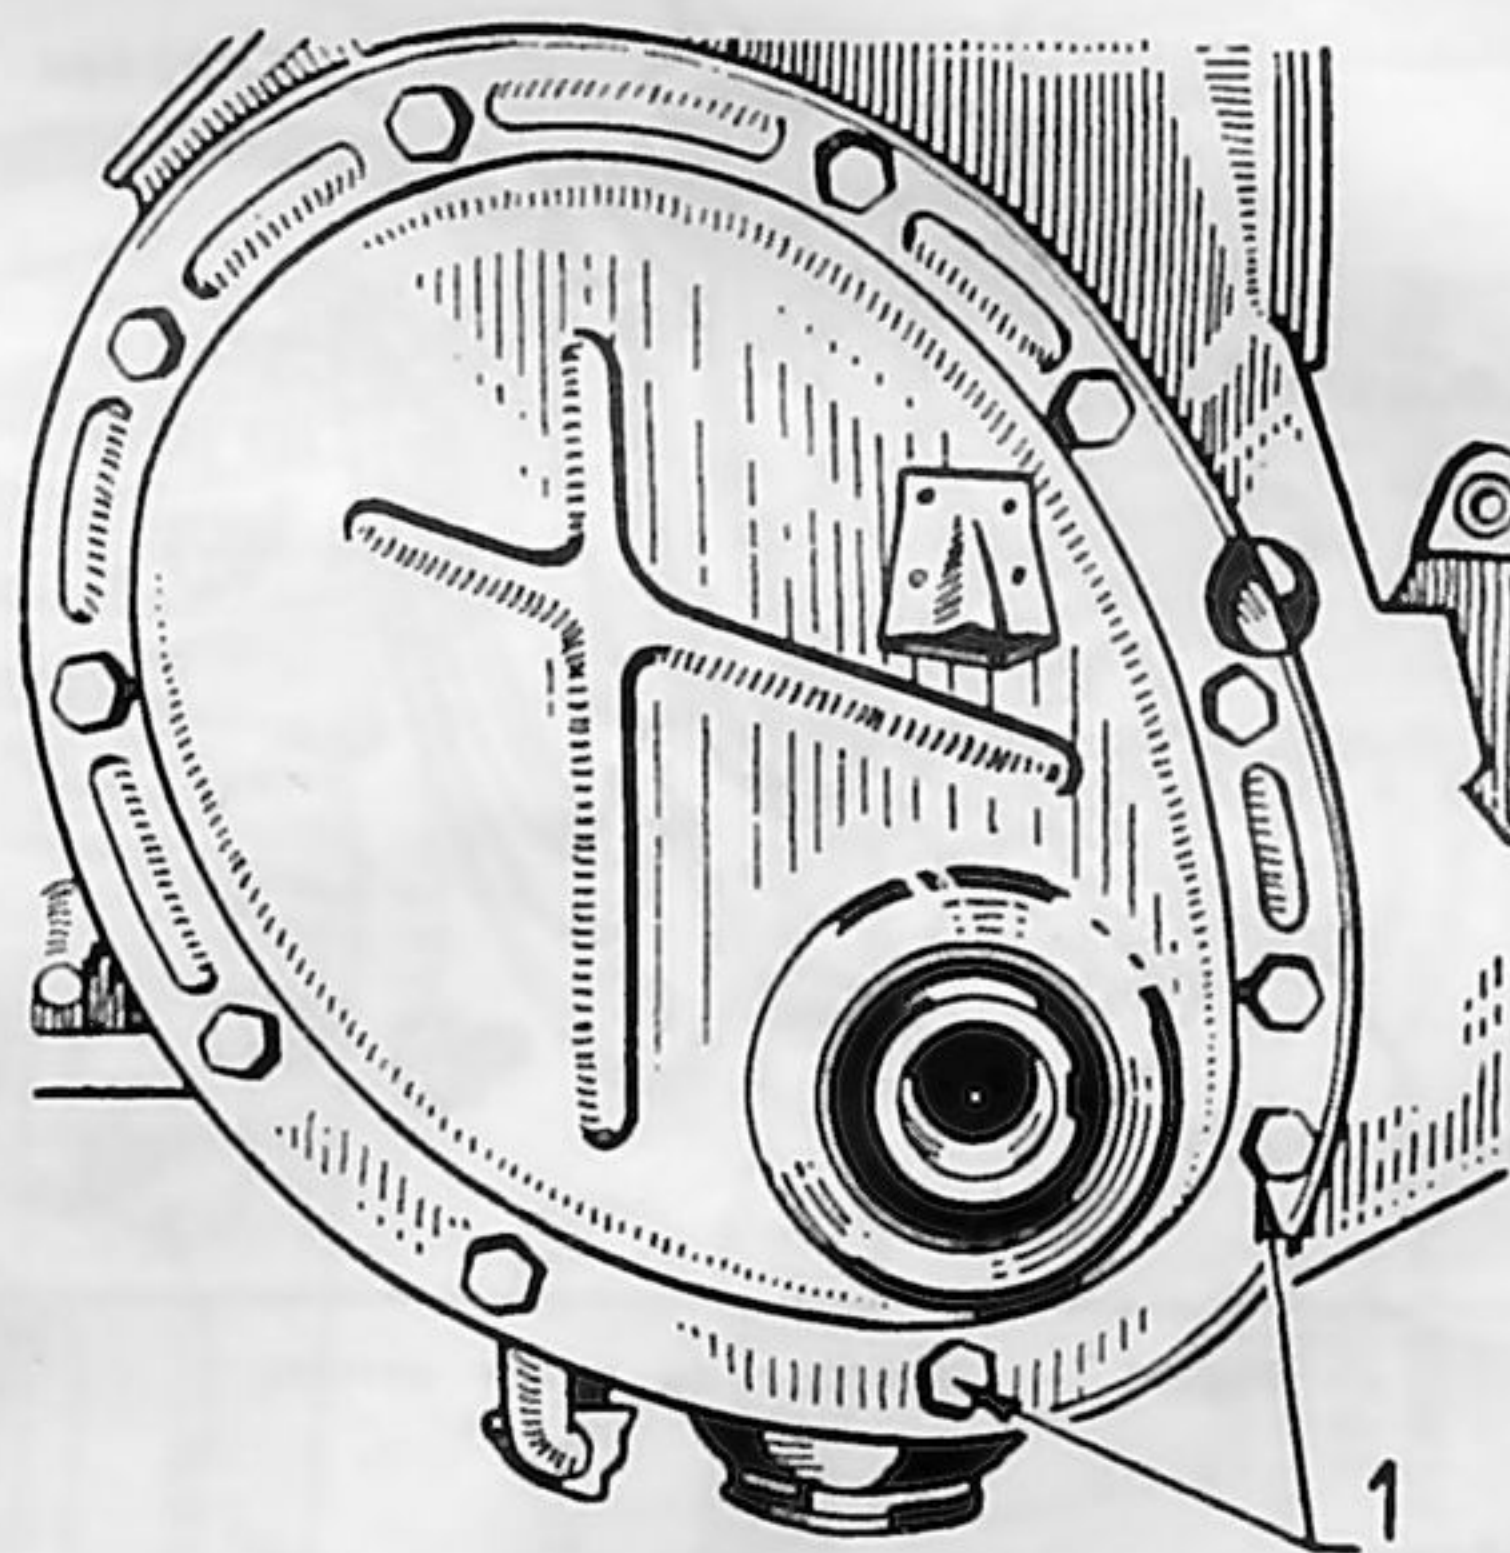

Fig. 6. — Carter de distribution
- Enlever, à la partie inférieure du carter de distribution, les deux vis qui fixent la plaque de joint d'huile avant du carter moteur au chapeau de palier n° 1 (1, fig. 6).